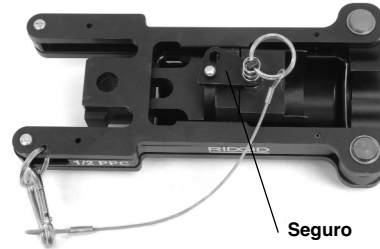

Figura 4 – Pieza de inserción trabada con el seguro
3. Trabe la pieza de inserción con el seguro. (Figura 4)